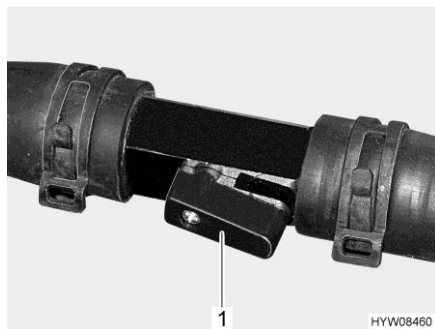

Fig. 148 Rubinetto di chiusura (aperto)
- Posizionare la leva (Fig. 148,1) parallelamente alla tubazione (Fig. 148). Più il rubinetto viene aperto, maggiore è la prestazione del riscaldamento.
- Posizionare la leva (Fig. 148,1) verticalmente rispetto alla tubazione. Il circuito di riscaldamento funziona mediante la tubatura di bypass.